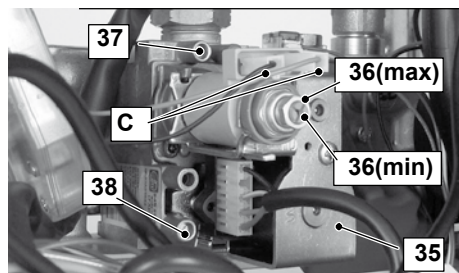

Figura 7.3
- Confrontare il valore di pressione misurato con quello indicato nelle tabelle seguenti. Per tarare la pressione al bruciatore agire sul dado esagonale grande in ottone dell'operatore modulante 36 max in Figura 7.3 (ruotando in senso orario la pressione aumenta).
- A caldaia spenta (fuori servizio), controllare la pressione di alimentazione utilizzando la presa 38 in Figura 7.3 e confrontare il valore letto con quelli riportati nella tabella *Pressioni di alimentazione gas* nella sezione "Dati tecnici" pag. 18.
- Richiudere bene la presa di pressione 38 in Figura 7.3.
- Aprire la presa di pressione 37 in Figura 7.3 e collegare un manometro.
- Sconnettere il filo di alimentazione "C" dell'operatore modulante 36. Fare attenzione che non vada a toccare le parti metalliche della caldaia Figura 7.3
- Confrontare il valore di pressione misurato con quello indicato nella tabella seguente. Per tarare la pressione al bruciatore agire sulla vite in plastica (36 min in Figura 7.3) tenendo fermo il dado esagonale in ottone grande (36 max in Figura 7.3) dell'opera-
- Collegare il filo di alimentazione "C" dell'operatore modulante 36 Figura 7.3.
- Chiudere la presa di pressione 37 in Figura 7.3